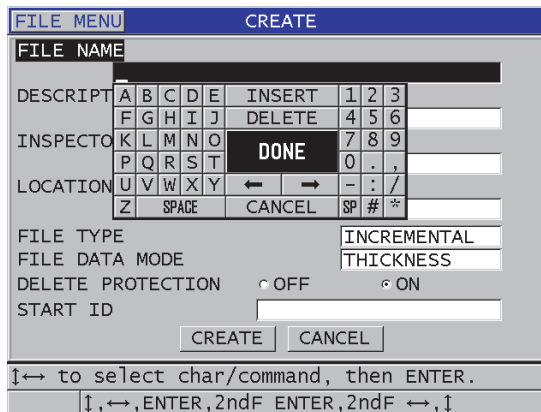

Abbildung 11-3 Fenster ERSTELLEN (Beispiel)
3. Verfahren Sie im Fenster **ERSTELLEN** wie folgt (siehe Abbildung 11-3 auf Seite 194):